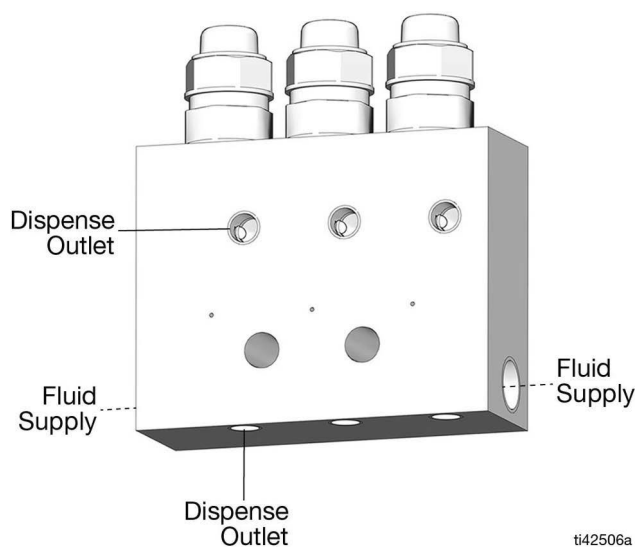

FIG. 2
- Instale los accesorios de la línea de suministro de fluido principal en los puertos de suministro de fluido del colector (FIG. 2).